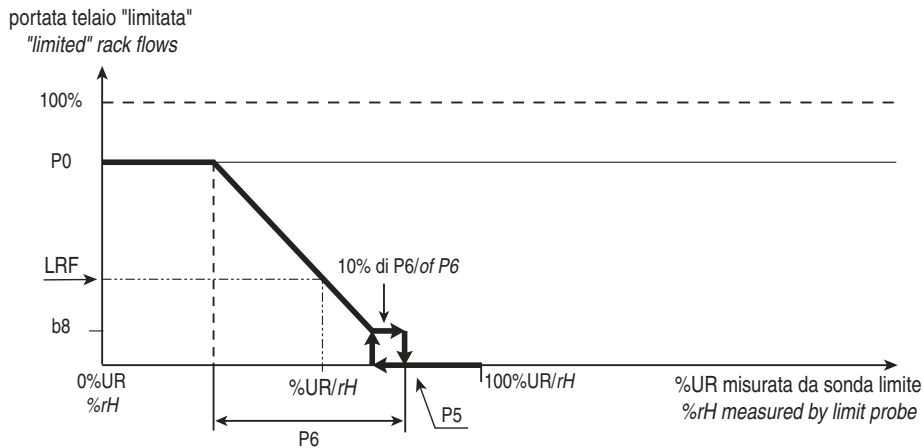

Fig. 3.3.2
2. il regolatore calcola il valore della portata d'acqua limitata in funzione dell'umidità misurata dalla sonda limite (fare riferimento al diagramma "PORTATA D'ACQUA LIMITATA" Fig. 3.3.2);
2. controller computes the limited water flow according to the humidity measured by the limit probe (see chart "LIMITED WATER FLOW" Fig. 3.3.2)
2. il regolatore calcola il valore della portata dell'acqua limitata in funzione dell'umidità misurata dalla sonda limite (fare riferimento al diagramma "PORTATA ACQUA LIMITATA", vedi Fig. 3.3.2);